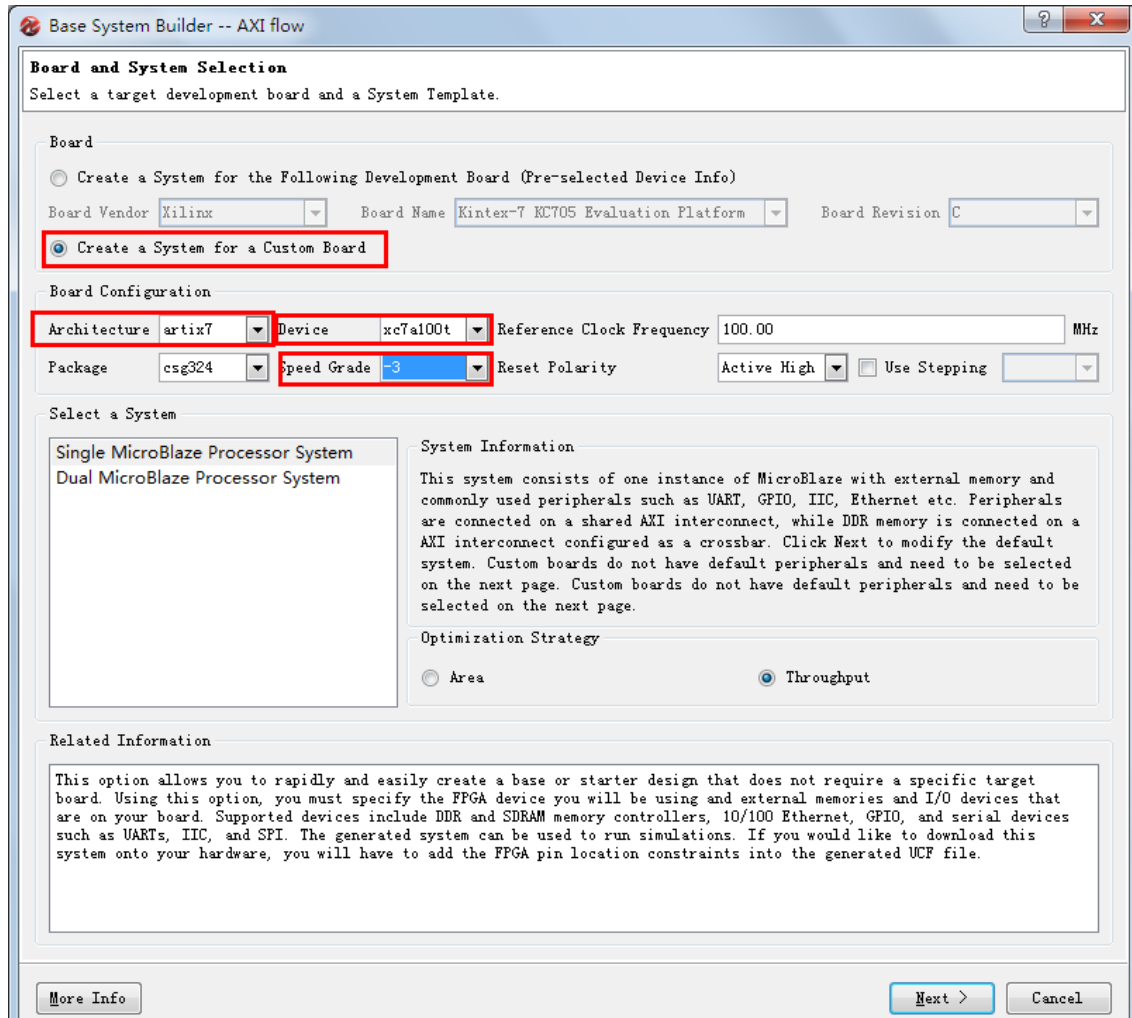

图 4：新工程参数设置
- 1-1-4. 新出现的是关于工程的一些参数设置的对话框，设置如下的参数后，点击 **Next**，如图 4。